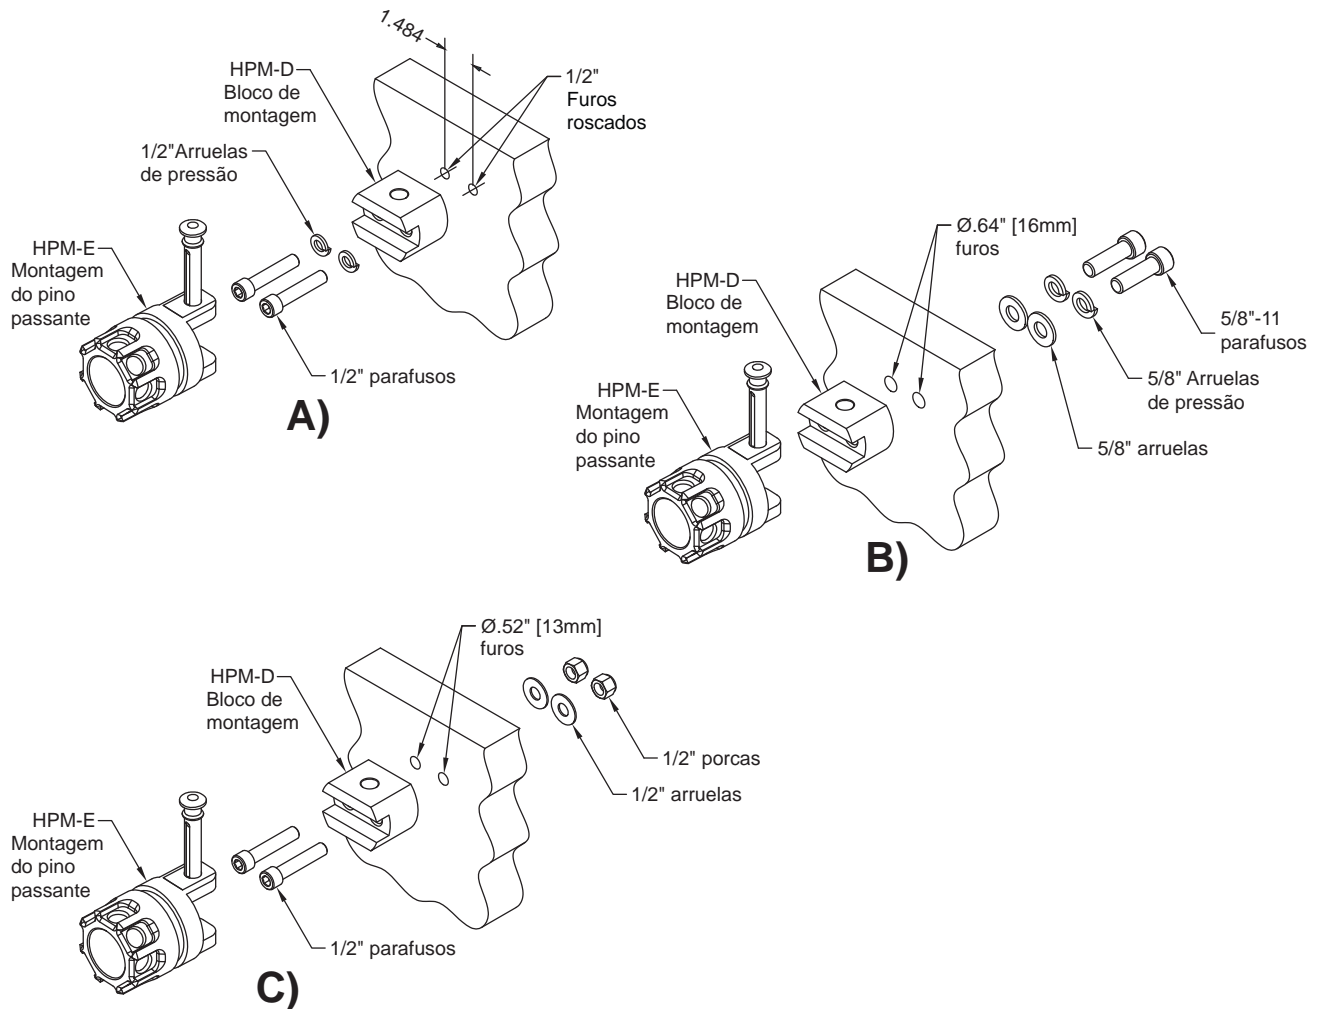

Figura 2.14 Opções de instalação de blocos de montagem
Um bloco de montagem pode ser usado como um suporte fixo, para fluir, ou como um suporte de armazenamento para o monitor de Hemisphere. Esta montagem pode ser usado em locais onde o lado de trás da superfície de montagem é inacessível. Ele pode ser aparafusada a partir da frente de uma superfície suficientemente rígida, adicionando dois 1/2 "[13 milímetros] furos roscados (ver figura 2.14 um). Também pode ser aparafusado a partir do lado traseiro de uma superfície, através da perfuração de dois (2) 0,64 "[16mm] furos de folga (ver figura 2.14 b.) e enroscando dois (2) 5/8" -11 parafusos nos furos bateu no suporte. Uma terceira opção seria a perfurar dois (2) .52 "buracos, e trancando o bloco de montagem do lado da frente com 1/2" parafusos, arruelas e porcas de segurança (ver figura 2.14 c.)
A cross-pin montagem pode ser adicionado a um bloco de montagem para criar um local de fixação monitor de pronto (veja a Figura 2.14). É o mesmo cross-pin montagem que está incluído com a braçadeira I-beam / "engate 2 montar, com o mesmo pino transversal detented, e pode ser encomendado como reposição ou substituição.